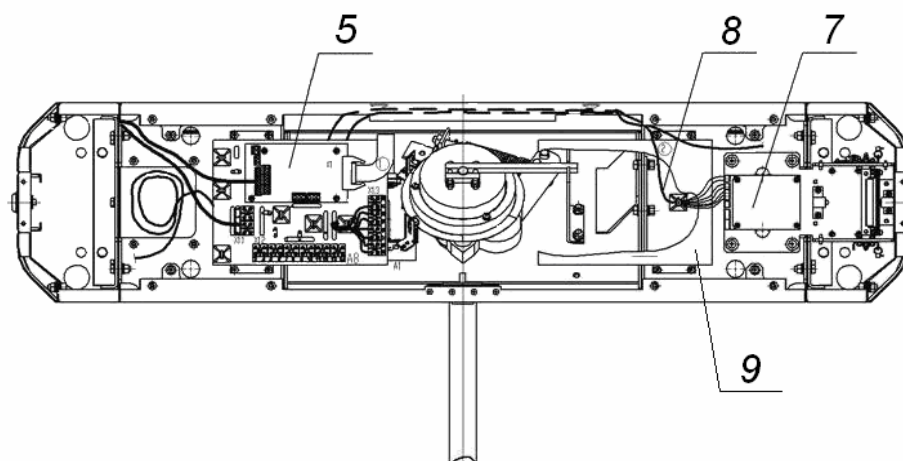
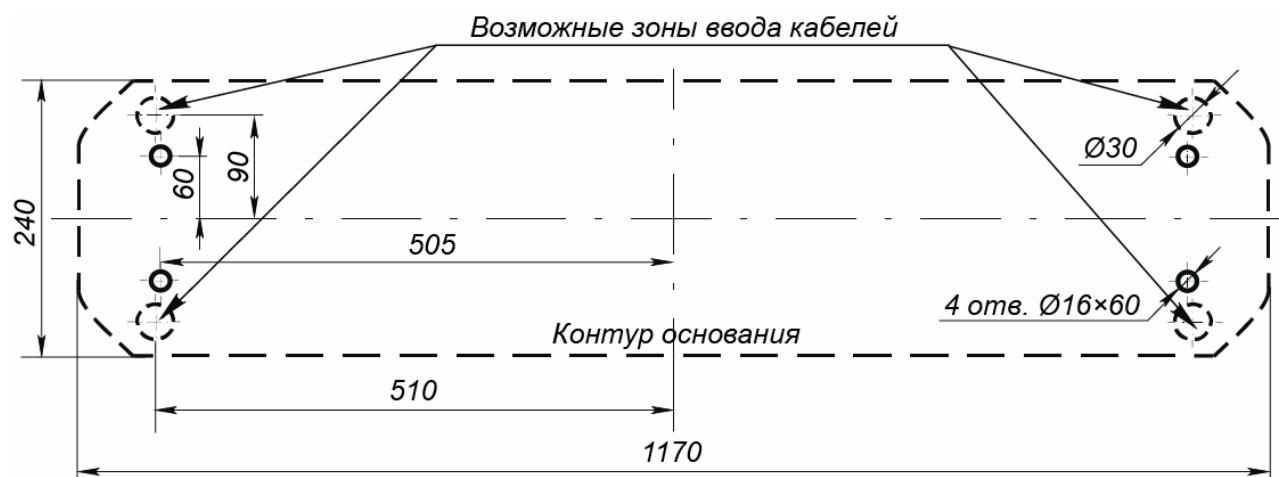
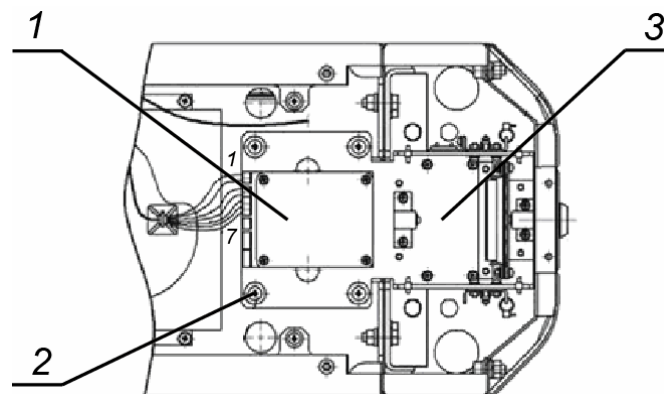

Рисунок 13 Схема прокладки кабелей в стойке турникета
Рисунок 14 Схема разметки для установки стойки турникета
Рисунок 15 Механизм картоприемника
- 2 Подготовьте в полу отверстия под гильзы анкеров для крепления стойки турникета согласно схеме, приведенной на рис. 14. При необходимости прокладки кабелей под поверхностью пола подготовьте в полу кабельный канал, подходящий к зоне ввода этих кабелей в стойку турникета. Установку и крепление стойки производите после прокладки всех кабелей в кабельном канале и внутри стойки. Прокладка кабелей внутри стойки показана на рис. 13.
Для переустановки механизма картоприемника (3, рис. 15) на противоположную сторону, т.е. на сторону считывателя №2 (см. рис. 13), необходимо выполнить следующие действия (номера позиций даны в соответствии с рис. 2.):
- 1 Снимите крышку (3) в порядке, указанном в разд. 6;
- 2 Извлеките контейнер картоприемника (12), открыв замок (13) (см. п. 9.4);
- 3 Извлеките заглушку (14) с противоположной стороны, открыв замок (15);
- 4 Демонтируйте торцовые крышки (9, 10); каждая крышка крепится двумя винтами M4×16 и двумя шурупами Ø4,2×19 снизу со стороны контейнера (12)
- или заглушки (14); кабели считывателей, находящихся внутри торцовых крышек, не отсоединяйте;
- 6 Демонтируйте заглушку (11) из торцовой крышки (9) и установите ее в торцовую крышку (10); заглушка крепится двумя шурупами Ø2,9×9,5;
- 7 Отсоедините кабель картоприемника (8, рис. 13) со стороны платы картоприемника;
- 8 Демонтируйте механизм картоприемника (поз.3, рис. 15, – крепится четырьмя винтами М5×20, поз. 2, рис. 15) и установите его на противоположную сторону турникета, закрепив на аналогичное место этими же винтами;
- 9 Переложите кабель картоприемника (8, рис. 13) на сторону считывателя №1. Для фиксации кабеля используйте самоклеющиеся площадки и неоткрывающиеся стяжки входящие в комплект поставки;
Конструкцией турникета предусмотрена возможность установки платы контроллера СКУД внутрь корпуса турникета. Установка платы осуществляется на кронштейн (поз. 9, см. рис. 13). Максимальный допустимый размер устанавливаемой платы контроллера 160×150×35 мм.